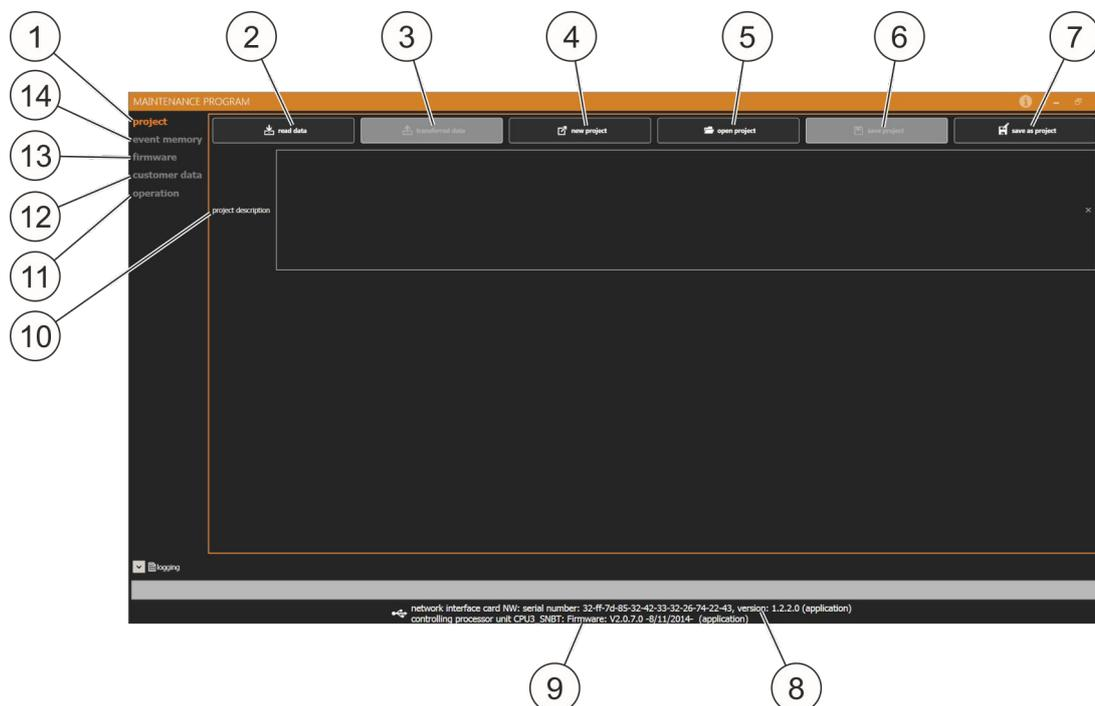

Fig. 67 : Page d'accueil programme d'entretien
- Projet (Fig. 67 /1) ↪ *Chapitre 9.3 »Projet« à la page 88*
- Enregistrer les données (Fig. 67 /2) (sur fond gris si aucun système n'est raccordé)
- Transmettre les données (Fig. 67 /3) (sur fond gris si aucune donnée n'a encore été enregistrée)
- Nouveau projet (Fig. 67 /4)
- Ouvrir projet (Fig. 67 /5)
- Enregistrer projet (Fig. 67 /6) (sur fond gris si aucun projet n'a encore été ouvert)
- Enregistrer projet sous (Fig. 67 /7)
- Mémoire d'événements (Fig. 67 /14) ↪ *Chapitre 9.4 »Mémoire d'événements« à la page 89*
- Microprogramme (Fig. 67 /13) ↪ *Chapitre 9.5 »Microprogramme« à la page 89*
- Données des clients (Fig. 67 /12) ↪ *Chapitre 9.6 »Données des clients« à la page 89*
- Commande (Fig. 67 /11) ↪ *Chapitre 9.7 »Commande« à la page 91*
- Numéro de série carte réseau, numéro de version carte réseau (Fig. 67 /8)
- Version du microprogramme (Fig. 67 /9)
- Pour la description du projet (Fig. 67 /10), il est possible de décrire le projet. Cette description est enregistrée avec le projet dans « Enregistrer projet sous » ou « Enregistrer projet » avec les données sur le **PC**. La description du projet n'est pas transférée au système (EFD III) et n'est pas enregistrée dans le système. Après l'export des données d'un système, la description du projet n'est plus disponible.